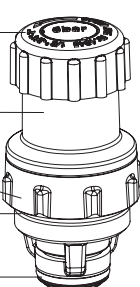

fig. 2a
Die Abdichtung zum Ventilgehäuse (3) erfolgt über O-Ringe. Beachten Sie, dass die beiden O-Ringe (4 + 5) am Ersatzoberteil (s. Abb. 2a + 2b) montiert sind und dass das Oberteilgewinde sowie die O-Ring Dichtbereiche im Ventilgehäuse (3) metallblank und sauber sind.
Abb./fig. 2a
L'étanchéité au corps de la soupape (3) s'effectue à l'aide de joints toriques. Veuillez prendre bonne note que les deux joints toriques (4 + 5) sont montés sur le chapeau de remplacement (fig. 2a + 2b) et que le filetage du chapeau ainsi que la zone d'étanchéité du joint torique au corps de la soupape (3) sont brillants et propres.
La tenuta del corpo della valvola (3) è assicurata da un O-ring. Fate attenzione che entrambi gli O-ring (4 + 5) siano montati sulla parte superiore sostitutiva (vedi fig. 2a + 2b) e che il filetto della parte superiore, come pure i punti di tenuta degli O-ring siano puliti e lucidi nel corpo valvola (3).
The valve casing (3) is sealed with an O-Ring. Take care that both O-Rings (4 + 5) are mounted on the upper part replacement (s. fig. 2a + 2b) and that the thread on the upper part as well as the sealing area adjacent to the O-ring on the valve casing (3) is shiny metal and clean.